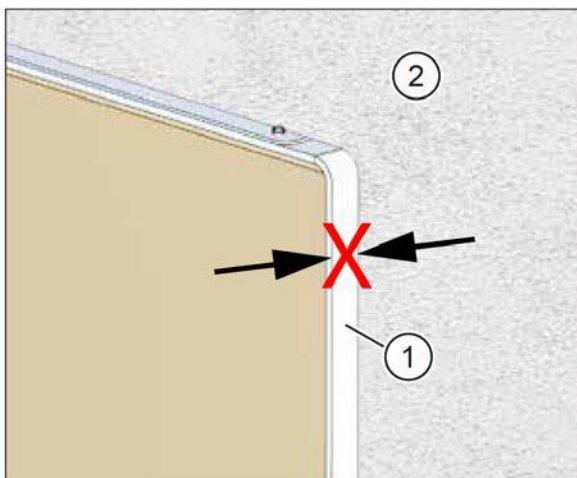

Рис. 30: штукатурная рама выступает над штукатуркой
- Штукатурная рама (поз. 1 на рис. 30) выступает над штукатуркой (поз. 2 на рис. 30).